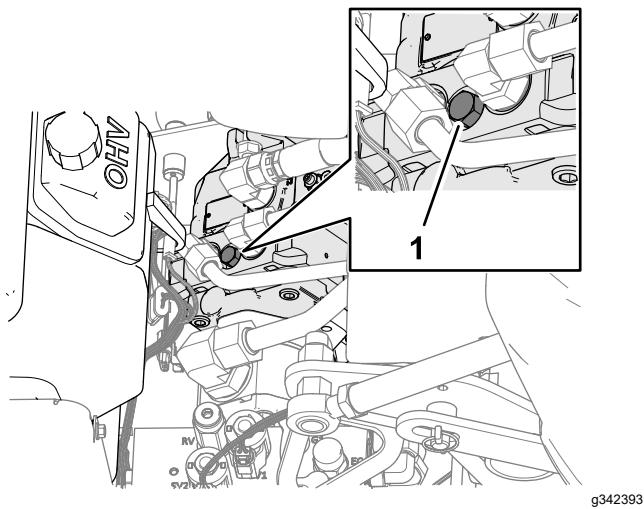

图 127
- 4. 如 图 127 所示找到发动机与液压泵之间旁通阀螺丝的盖子。